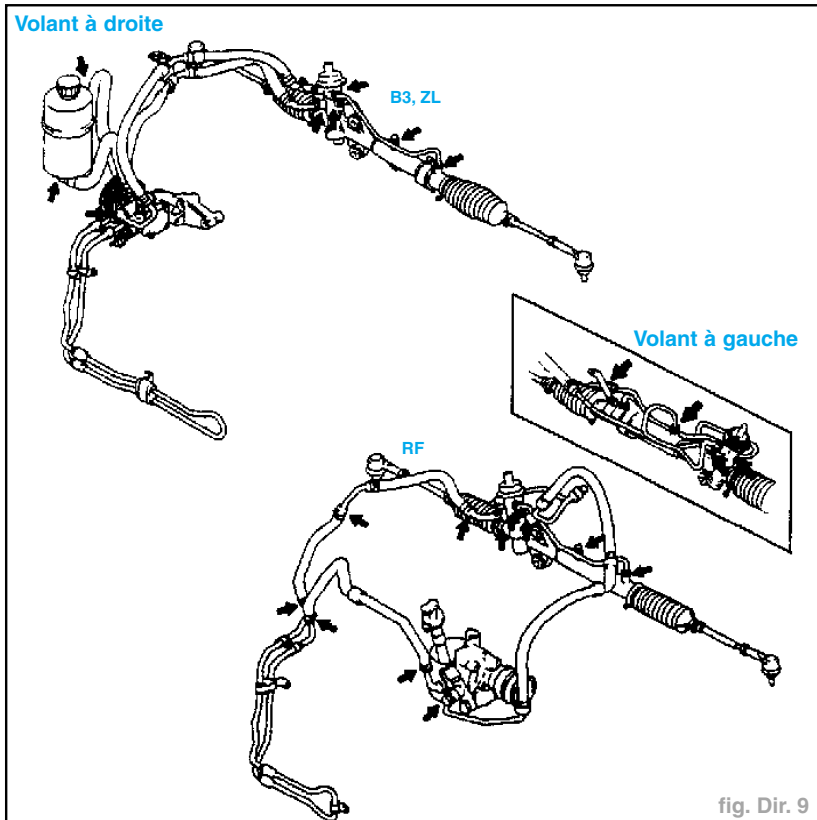

fig. Dir. 9
- Rechercher d'éventuelles fuites de liquide (fig. Dir. 9).